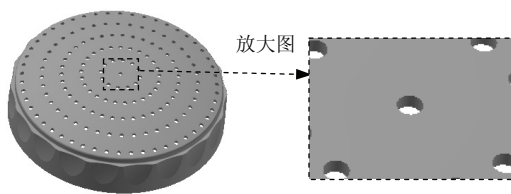
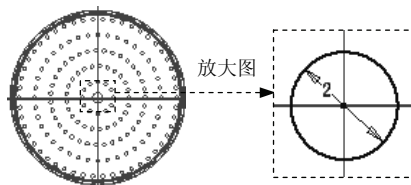

图 7.25 拉伸 6
图 7.26 截面草图
③ 定义阵列角度。在 **放置** 区域的 按钮后的文本框中输入数值 360.0。
(4) 单击 **确定** 按钮，完成环形阵列的创建。
Step 20 创建图 7.25 所示的拉伸特征 6。
(1) 选择命令。在 **创建** ▾ 区域中单击 按钮，系统弹出“创建拉伸”对话框。
(2) 定义特征的截面草图。单击“创建拉伸”对话框中的 **创建二维草图** 按钮，选取 XZ 平面作为草图平面，进入草绘环境。绘制图 7.26 所示的截面草图，单击 按钮。